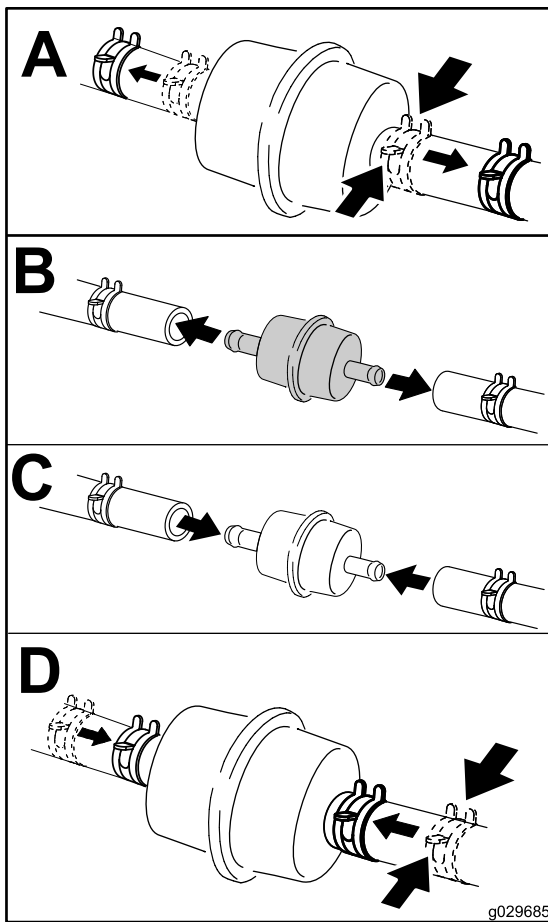

Figura 42
6. Coloque um recipiente limpo debaixo do filtro de combustível e substitua o filtro de combustível como se mostra na Figura 42.